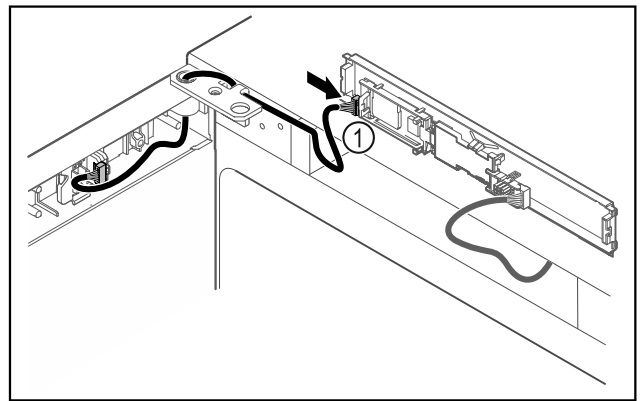

Fig. 43
- Stecker Fig. 43 (1) an Platine anstecken.